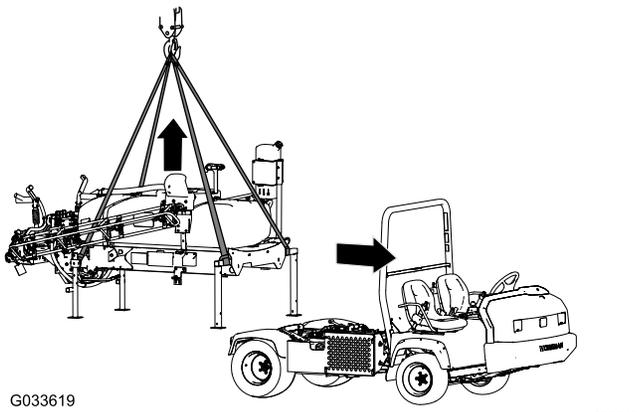

Bild 137
1. Senken Sie die Ausleger auf ca. 45° ab und schwenken Sie sie nach vorne (Bild 137).
und der vertikalen Strebe der hinteren Stützbocke (Bild 137).
7. Heben Sie das Behältergestell so weit an, dass das Gestell nicht die Maschine berührt (Bild 137).